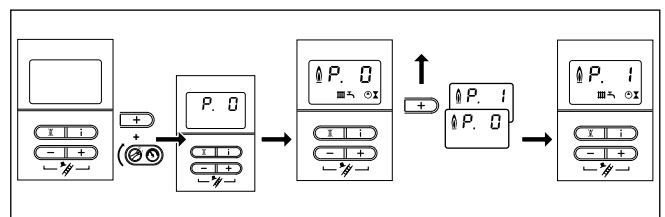

Abb. 6.6 Maximalen kW-Wert einstellen (P.1)
- Drücken Sie die Taste „+“ des Displays und schalten Sie bei gedrückt gehaltener Taste „+“ den Hauptschalter auf „I“ (siehe Abb. 6.6 Maximalen kW-Wert einstellen).
- Drücken Sie die Taste „I“, um das Prüfprogramm zu starten. Das Gerät geht jetzt auf Volllast. Die Anzeige wechselt zwischen „P.1“ und dem aktuellen Anlagenfülldruck bzw. der aktuellen Vorlauftemperatur (siehe Abb. 6.6 Maximalen kW-Wert einstellen).